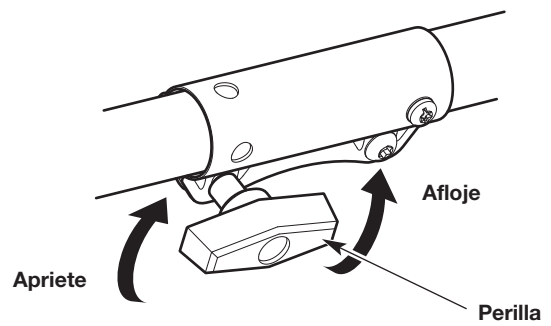

Fig. 7
3. Gire la perilla en el sentido contrario a las agujas del reloj para aflojar el acoplador (Fig. 7).
6. Gire la perilla en el sentido de las agujas del reloj para apretar el acoplador (Fig. 7).
2. Gire la perilla en el sentido contrario a las agujas del reloj para aflojar el acoplador (Fig. 7).